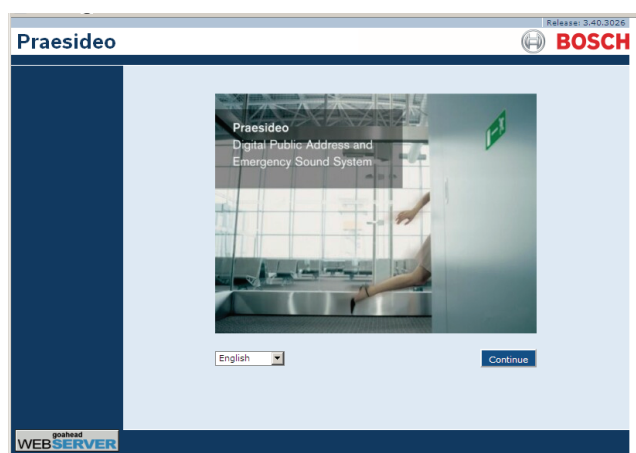

Abb. 36.6: Homepage des Praesideo-Webinterface.
- 2 Geben Sie die IP-Adresse des Netzwerkcontrollers in der Adressleiste ein. Verwenden Sie vor der IP-Adresse keine Nullen. Wenn die IP-Adresse des Netzwerkcontrollers zum Beispiel 192.168.000.015 lautet, geben Sie ping 192.168.000.015 ein. Es erscheint ein Bildschirm, der dem in Abb. 36.6 ähnelt.